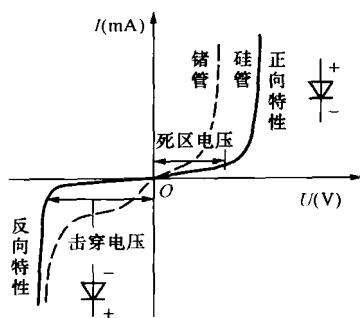

图 1-1 二极管的伏安特性曲线
伏安特性曲线（见图 1-1）形象地反映了二极管的基本特性，即：①电阻是非线性的，称为变阻特性；②导电是单向导电的，称为单向导电性；③对温度是敏感的，称为热敏特性以及反向击穿特性。因此主要用于整流、开关、检波和波形变换电路中。
(2) 主要参数为最大整流电流  $I_F$ ，最大反向电压  $U_{RM}$  和反向（饱和）电流  $I_R = -I_S$ 。
(3) 电容效应：二极管除了具有单向导电性外，还具有电容效应；工作频率越高电容效应越明显。